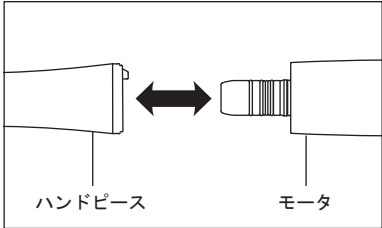

図 2
- 1) ハンドピースをモータにまっすぐ挿し込みます（図2）。